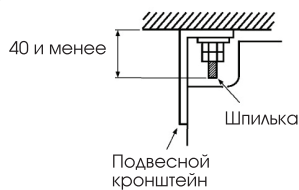

Рис. 4
- Заранее определите расстояние от блока до плиты перекрытия (см. Рис. 4).